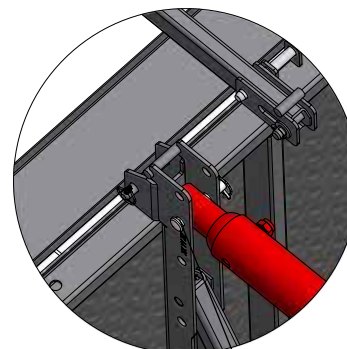
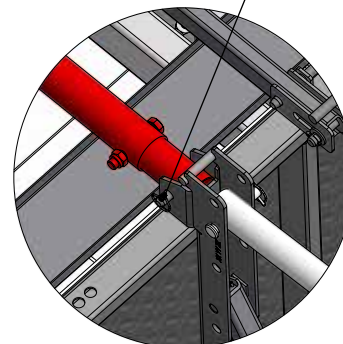

Abb. 21.2
Abb. 21.3
3. Richtstützen für Aufstockungen werden oben (Abb. 21.2) und unten (Abb. 21.3) an den Schienen der MIS Bühne verbolzt.